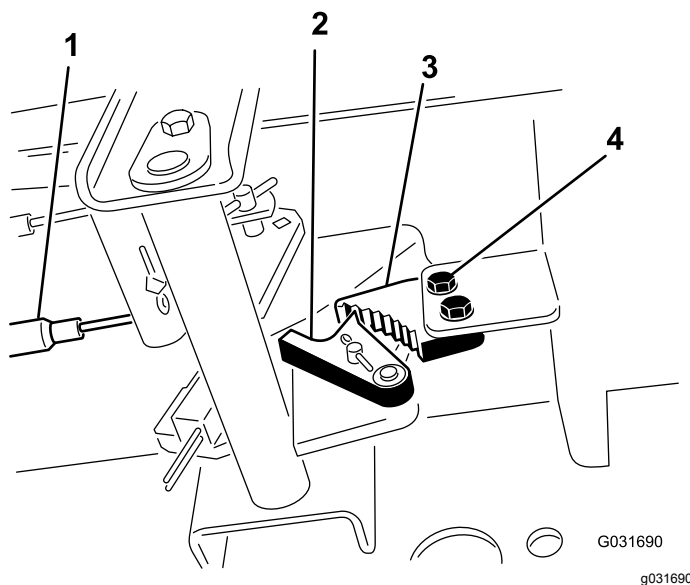

Figure 53
1. Desserrez les 2 vis qui fixent le cliquet du frein de stationnement au cadre (Figure 53).
2. Appuyez sur l'avant de la pédale du frein de stationnement jusqu'à ce que le verrou s'engage complètement sur le cliquet du frein (Figure 53).